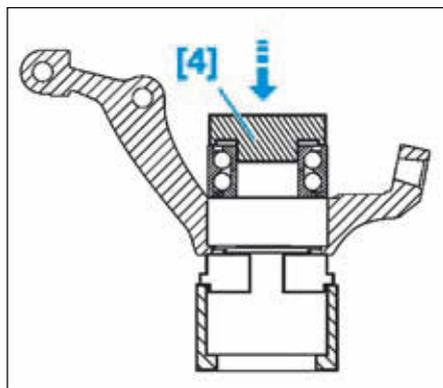

FIG.16
- [4]. Tube de 80 mm pour la repose du roulement (**Fig.16**).
- le roulement en prenant appui sur la bague extérieure avec l'outil [4] (Fig.16),